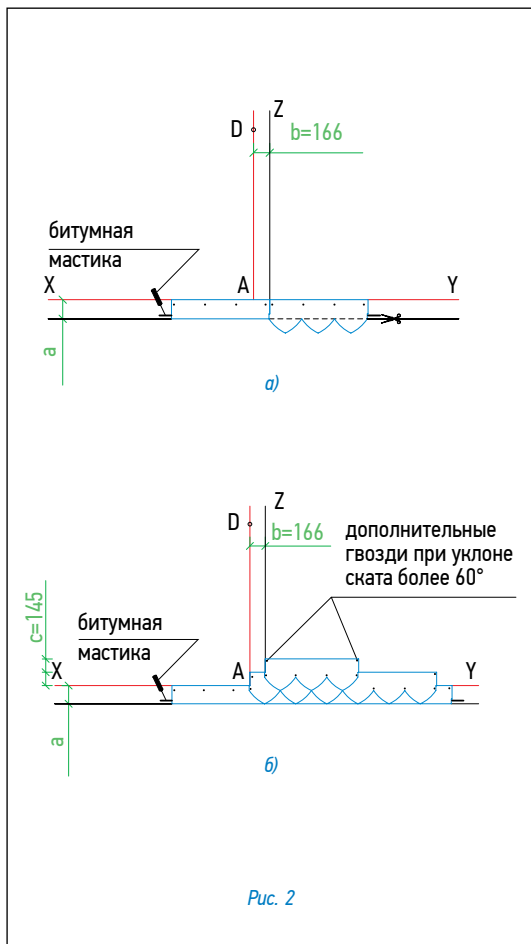

Рис. 2
**Укладка материала (рис. 2)**
- Начальный ряд формируется из специальной коньково-карнизной черепицы, либо из листов черепицы обрезанных по линии образованной конечными точками вырезов. Элементы начального ряда укладываются по линии карниза в обе стороны от линии Z (рис. 2а) и фиксируются по нижнему краю битумной мастикой, а по верхней кромке 4 гвоздями (ось гвоздей на 5 см ниже верхнего края полосы);
- далее первый ряд черепицы укладывается от линии AD (рис. 2б);
- второй ряд укладывается от линии Z (со смещением 16,6 см от AD) (рис. 2б);
Каждый лист гибкой черепицы крепится 4 гвоздями в штатных местах таким образом, чтобы гвоздь прошивал и верхний край низлежащего листа черепицы (рис. 2б).